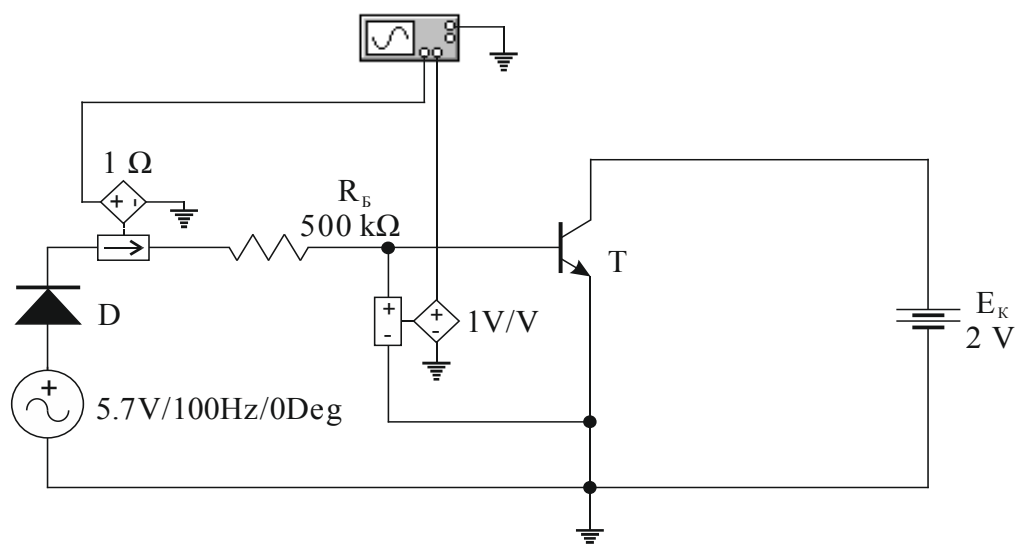

Рис.9.3.
4.3. На рабочем поле собрать схему рис.9.3.